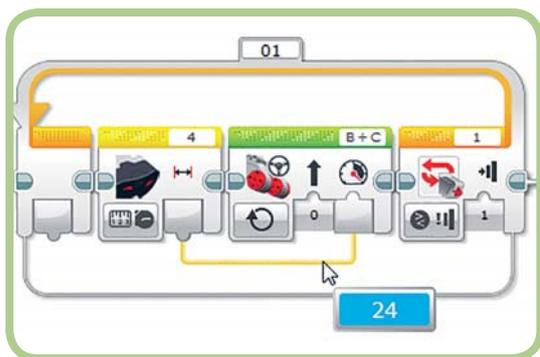

Рис. 8.10. Отображение значения в шине данных
- Во время выполнения программы ты можешь навести указатель мыши на шину данных, чтобы отобразить передаваемое ей значение, как показано на рис. 8.10. Если значения нет (например, если еще не запущен блок, который должен предоставить соответствующее значение), ты увидишь прочерк «---». Эта функция невероятно полезна при отладке программы, но она работает только тогда, когда модуль EV3 подключен к программному обеспечению, а программа запускается средой EV3 (а не с помощью кнопки модуля).